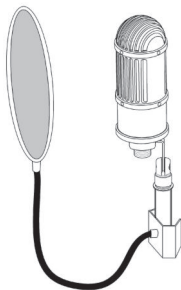

рис. 8
5. Для увеличения срока эксплуатации микрофона при работе с вокалистами рекомендуется использовать поп-экран. (рис. 8)